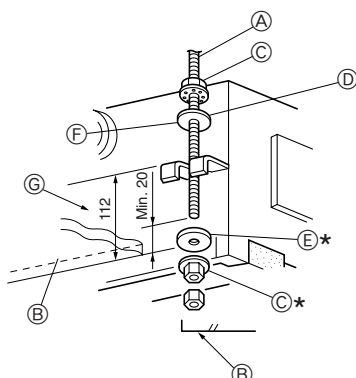

Fig. 2-7
1. Enrosque primeiro as anilhas ① ② (fornecidas) e as suas porcas (obtidas localmente) no parafuso de suspensão. (Fig. 2-7)
* Faça isto pela seguinte ordem (a partir do topo): porca, anilha isolada ②, anilha sem isolamento ①, duas porcas.
* Posicione a anilha isolada ② com a superfície isolada a apontar para baixo, como na figura.
2. Eleve a unidade para o lugar, correctamente alinhada com o parafuso de suspensão. Passe o suporte entre as anilhas ① e ②, que já estão no lugar, e fixe-o. Faça o mesmo para os outros quatro lados.